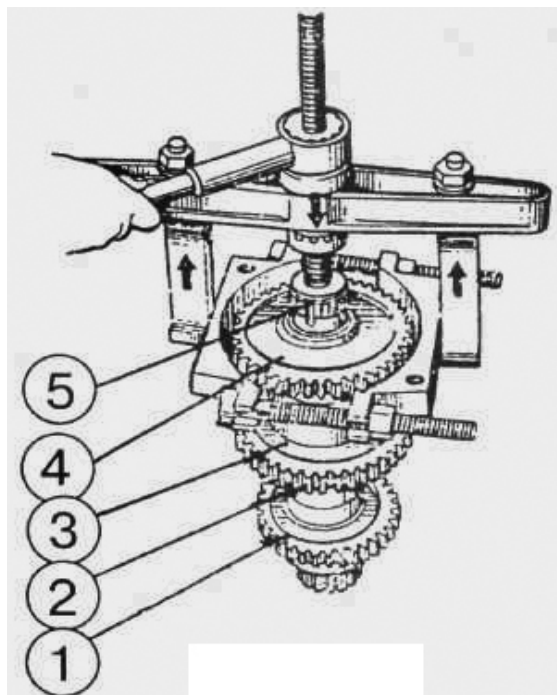

Рисунок 4.41
5.1) спрессуйте с промежуточного вала (5) (**рисунок 4.41**) шестерни (1), (2), (3), (4);